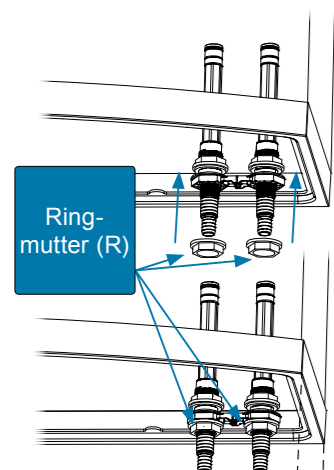
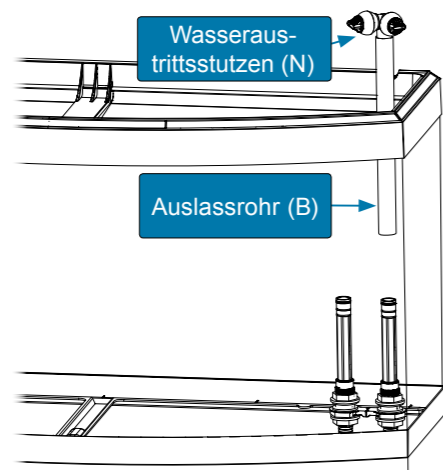

Abb. 3
Abb. 4
3. Öffnen Sie den Schrank. Drehen Sie die Ringmutter (R) auf das untere Ende des Verbindungsrohres (A) und befestigen Sie die Ringmutter. (Abb. 3)
4. Schieben Sie den Wasseraustrittsstutzen (N) in das eine Ende des Auslassrohres (B).
5. Schieben Sie das Auslassrohr (B) auf das Verbindungsrohr (A). (Abb. 4)
6. Stellen Sie die Höhe des Wasseraustrittsstutzens Ihren Bedürfnissen gemäß ein, indem Sie das Auslassrohr (B) am Verbindungsrohr (A) entlang schieben.
- Öffnen Sie den Schrank. Drehen Sie die Ringmutter (R) auf das untere Ende des zweiten Verbindungsrohres (A) und befestigen Sie die Ringmutter. (Abb. 3)
- Das Venezia 350 Aquarium verfügt über 2 Aluminiumstreifen und 3 Zugangsdeckel (siehe Abb. 3). Achten Sie darauf, dass das Netzkabel und die Stecker nicht nass werden.